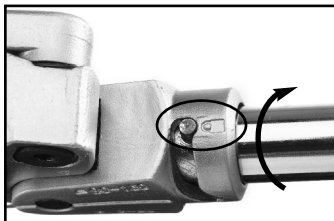

Figura 14 – TRAVADO
3. Gire o braço do carro de tal modo que o pino se mova na direção da posição de "travado". Certifique-se de que o braço esteja preso no carro. (Figura 14).